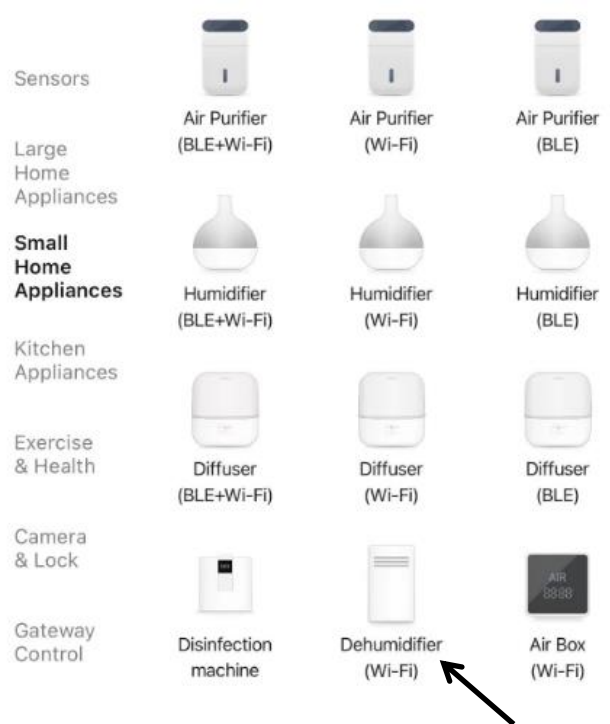
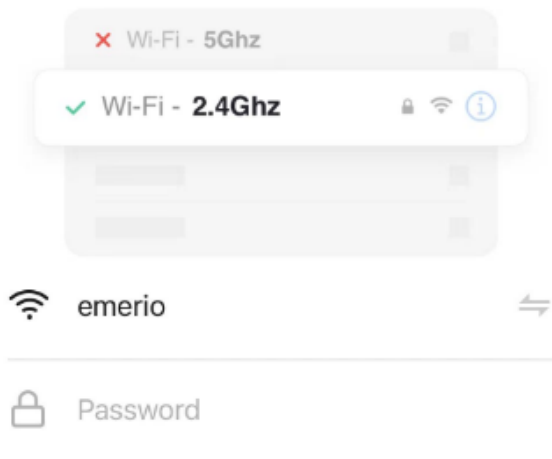

Abb. 2
Abb. 3
3. Suchen Sie nach „Small Home Appliances“ und tippen Sie auf das Symbol „Dehumidifier (Wi-Fi)“. (Abb. 2) Sie werden aufgefordert, das 2,4-GHz-Wi-Fi-Netzwerk zu verwenden und das Passwort einzugeben. (Abb.3) Tippen Sie auf "Next", um zu Abb.4 zu gelangen.